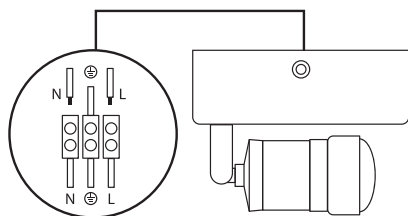

Рисунок 3. Подключение светильника к сети
6.7. Подключить светильник к сети (см. рисунок 3).